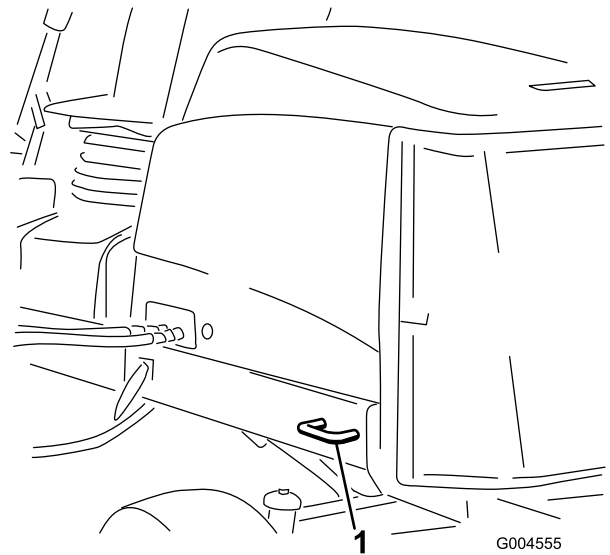

Figure 66
- **Arrière de la machine** – chaque côté de la machine sur le cadre arrière (Figure 66)